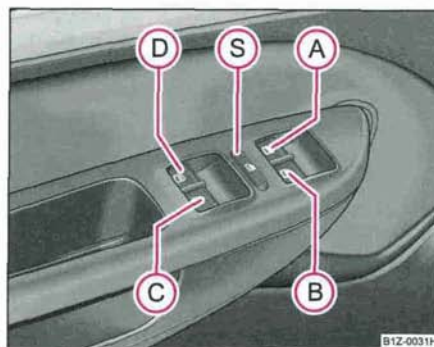

Fig. 36 Touches dans la portière du conducteur
Les touches des vitres se trouvent dans l'accoudoir de la porte du conducteur ⇒ page 56, fig. 36, porte côté passager AV et dans les portes AR* ⇒ page 58, fig. 37.
Le contacteur de sécurité (S) ⇒ page 56, fig. 36 permet de neutraliser les touches des lève-vitres dans les portes AR. Vous pouvez réactiver les touches pour les lève-vitres dans les portes arrières en réappuyant sur la touche de sécurité (S).
- Si des enfants sont assis sur les sièges arrière, nous vous recommandons de neutraliser les lève-vitres électriques des portières arrière (touche de sécurité) (S) ⇒ page 56, fig. 36.